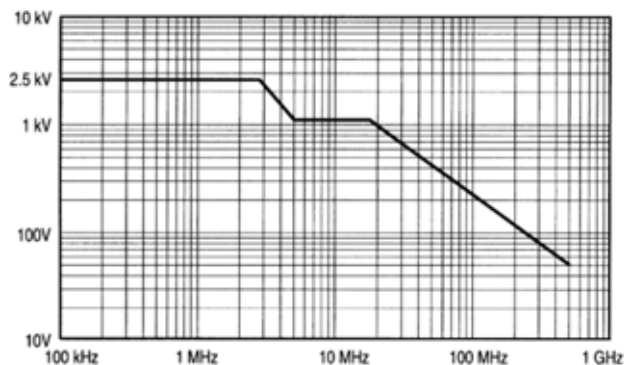

图 7.1. 下降曲线实例。实际值和范围会随特定产品而变化。
- 为避免 RF(射频)灼伤,在导线连接到高于 RF 灼伤风险规定的电压和频率极限的信号源时(参见图 7.1 额定值下降曲线实例),不要处理探头引线。